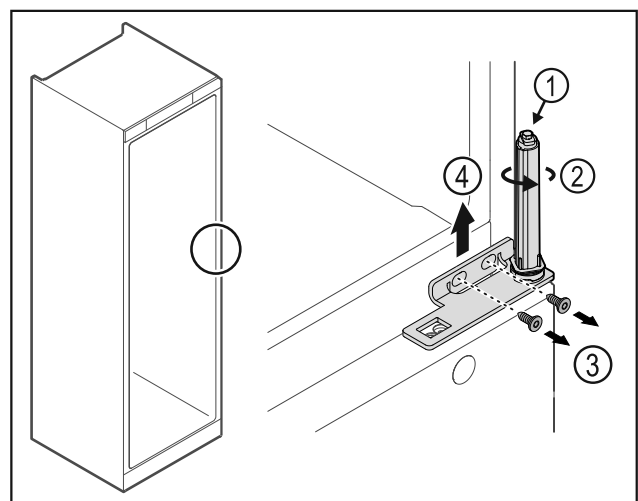

Fig. 27
- ▶ Не разглобявайте затварящата система на вратата Fig. 27 (1).
- ▶ Въртете затварящата система Fig. 27 (2), докато тя щракне.
- ▶ Разхлабете винтовете Fig. 27 (3), свалете ъгъла на пантата нагоре Fig. 27 (4).